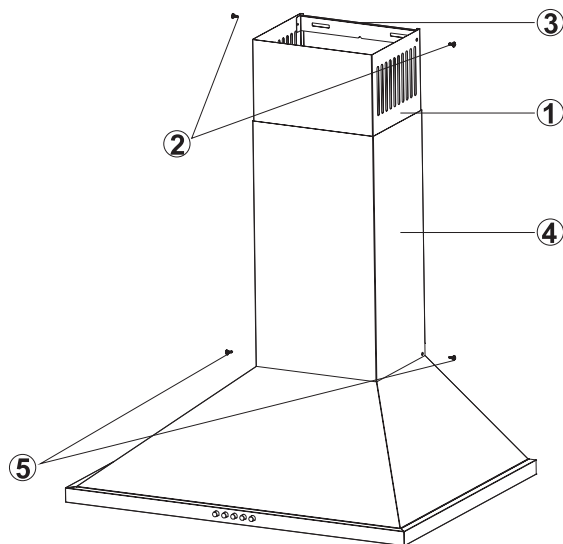

Figure 10 : Montage de l'empilement de plaques
- Retirez la cheminée interne (1) à l'aide des vis (2) et fixez-la sur la plaque de connexion de la cheminée à gauche et à droite (3) (Figure 10)
- Fixez la cheminée externe (4) sur le corps de la hotte à l'aide de 2 vis (5). (Figure 10)
Installez le dispositif d'évacuation d'air de l'appareil. Les empilements de plaques interne et externe sont insérés l'un dans l'autre. « Schéma et pièces d'installation ». Placez la plaque de connexion de la cheminée (3) au centre de la hotte, maintenez-la sous le couvercle, prenez les mesures et marquez les points C, D (Figure 10)
- Percez des trous de 6 mm de diamètre sur les points marqués C, D et placez-y des broches de 6 mm de diamètre. Placez la plaque de connexion de la cheminée sur la surface où des vis de 3,9 x 22 seront fixées. (Figure 10)